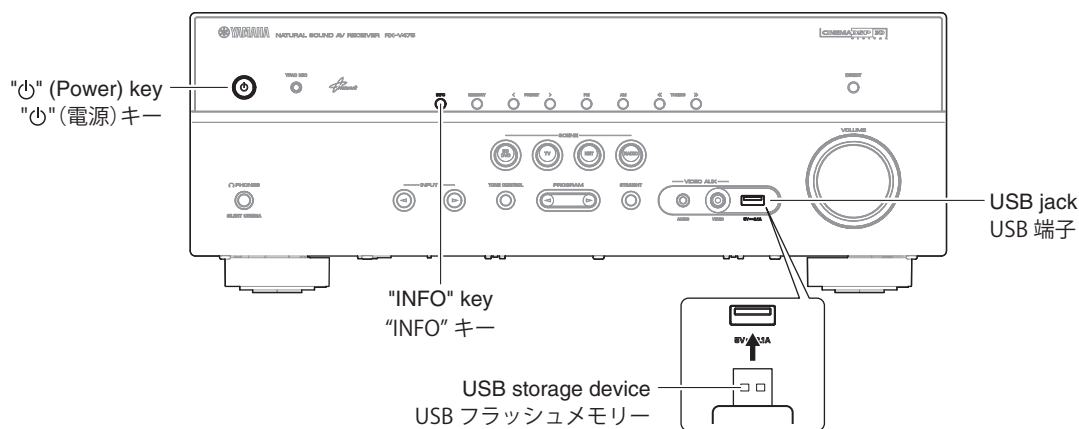

Fig. 1
1. Insert the USB storage device to the USB jack. (Fig. 1)
2. While pressing the "INFO" key, connect the power cable to the AC outlet. (Fig. 1)
1. USB 端子に USB フラッシュメモリを差し込みます。(Fig. 1)
2. "INFO" キーを押しながら、電源コードを AC コンセントに接続します。(Fig. 1)
5. Press the "Power" key to turn off the power. (Fig. 1)
6. Remove the USB storage device from the USB jack. (Fig. 1)
5. "Power" (電源) キーを押して電源を切ります。(Fig. 1)
6. USB 端子から USB フラッシュメモリを抜きます。(Fig. 1)